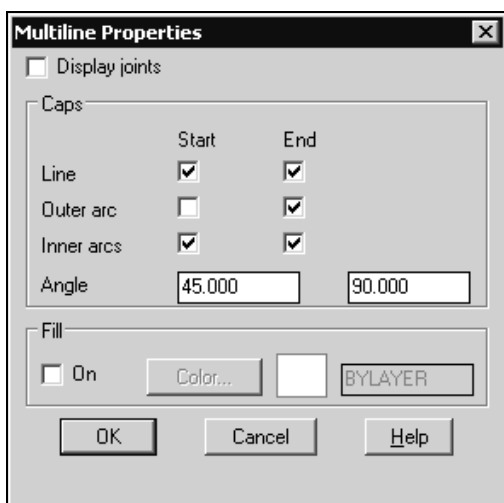

Рис. 13.8. Диалоговое окно настройки цвета фона и формы торцевых ограничителей мультилинии
8. Для задания цвета фона и формы торцевых ограничителей мультилинии щелкните мышью на кнопке **Multiline Properties** (Свойства мультилинии) в диалоговом окне **Multiline Styles** (Стили мультилиний). Появится диалоговое окно **Multiline Properties** (Свойства мультилинии) (рис. 13.8).